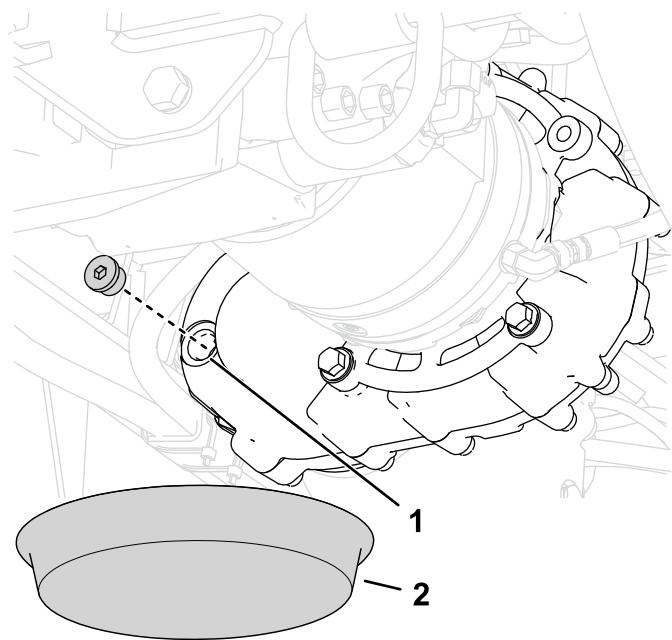

**Рисунок 112**
- Залейте в редуктор 0,34 л масла указанного типа через штуцер 90° (Рисунок 112).